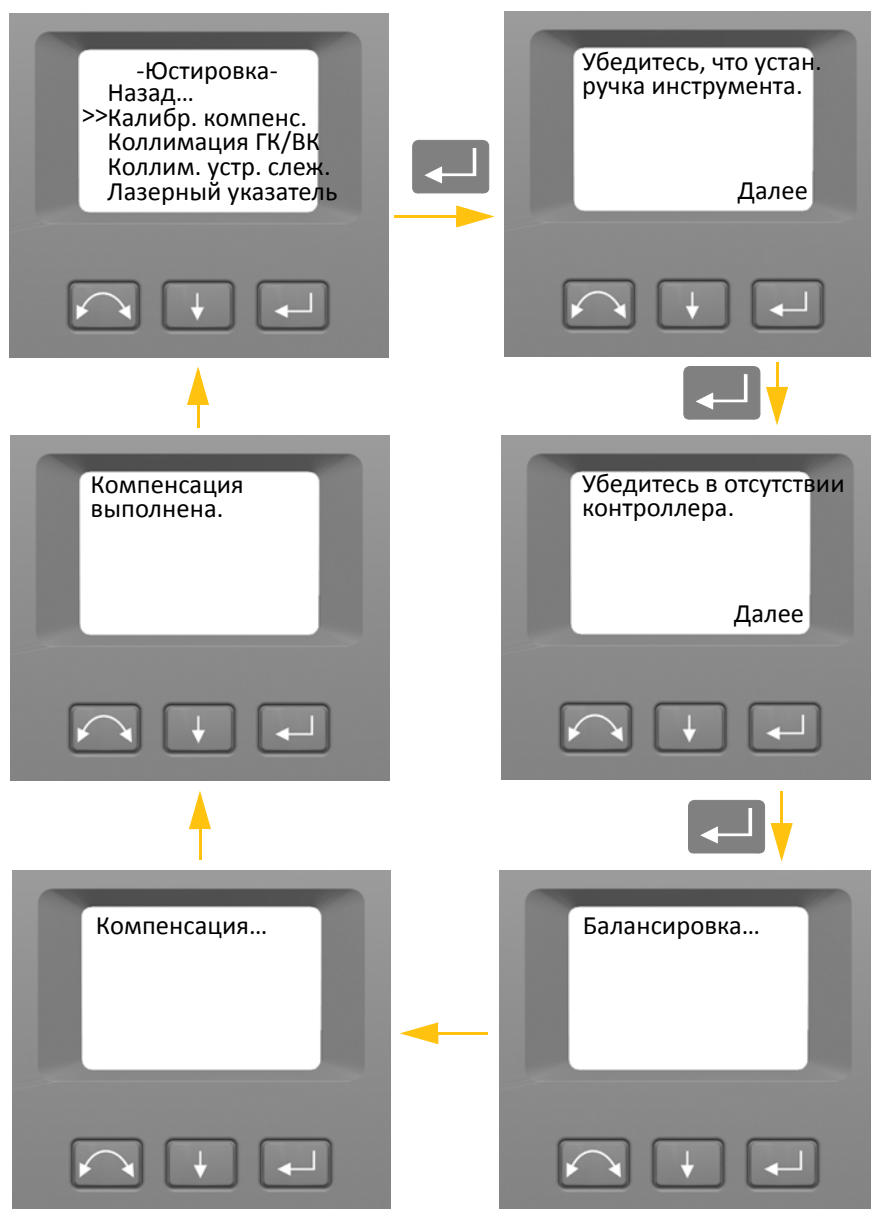

Рисунок 4.3. Порядок калибровки компенсатора
3. Следуйте указаниям на экране. См. рис. 4.3.